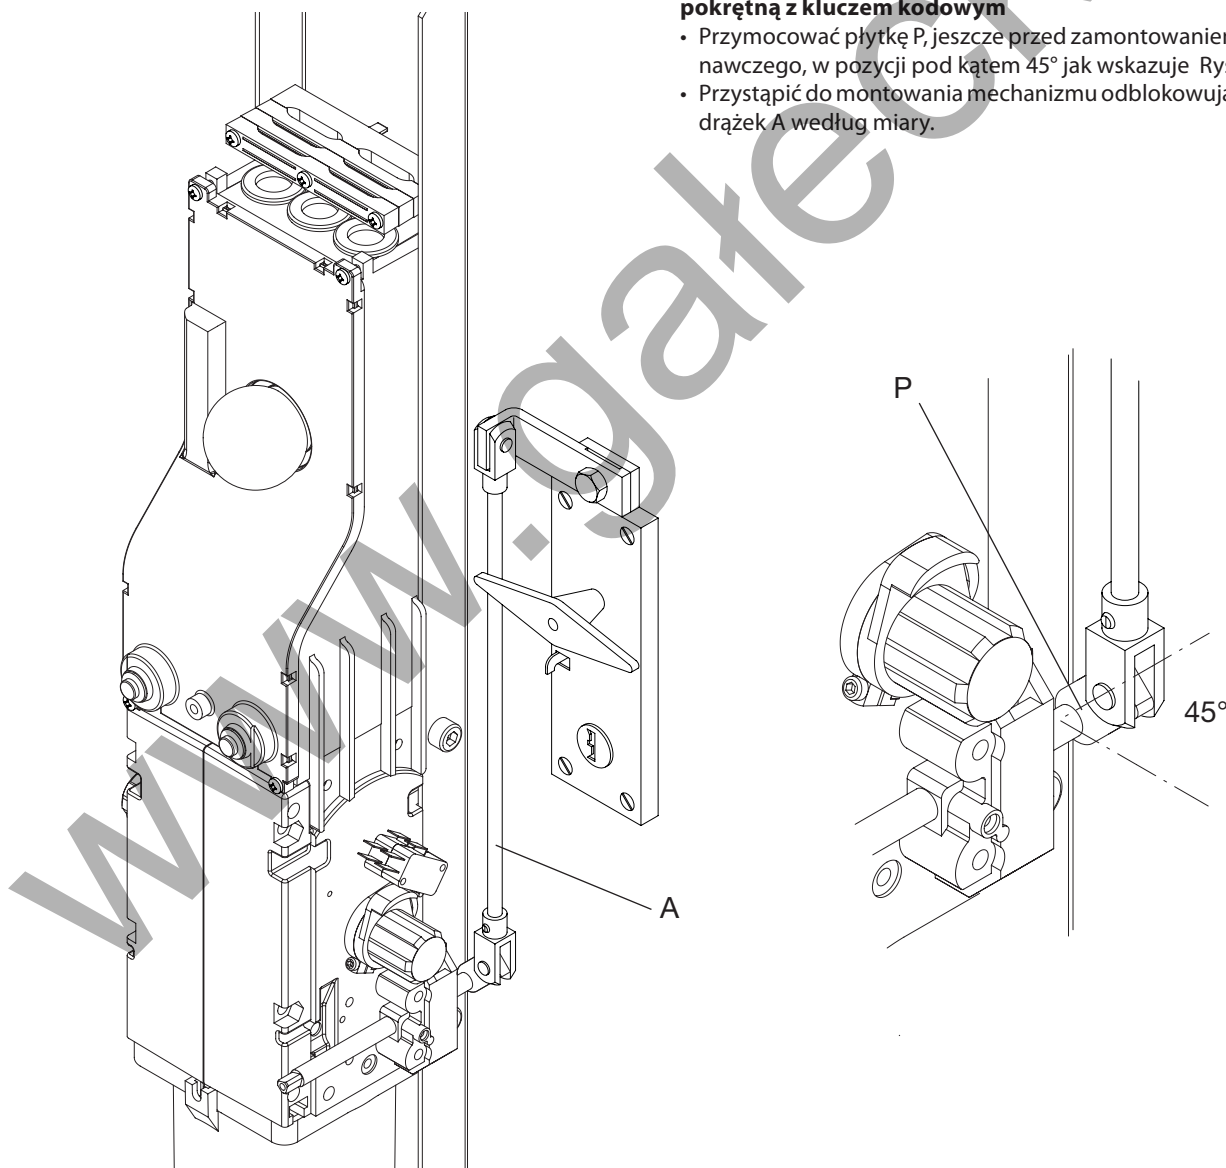

Fig.1
- Fissare la piastrina P prima di montare l'attuatore, in posizione 45° come indicato in Fig.1.
- Fix the plate P before fitting the actuator, in position 45° as indicated in Fig.1.
- Das Plättchen P befestigen, bevor der Trieb in einer 45°-Position installiert wird, wie in der Abb.1 gezeigt.
- Fixer la platine P avant de monter l'opérateur, à 45° comme l'indique la Fig.1.
- Antes de montar el actuador, fijar la placa P en posición 45° como se indica en la fig.1.
- Przymocować płytkę P, jeszcze przed zamontowaniem układu wykonawczego, w pozycji pod kątem 45° jak wskazuje Rys.1.